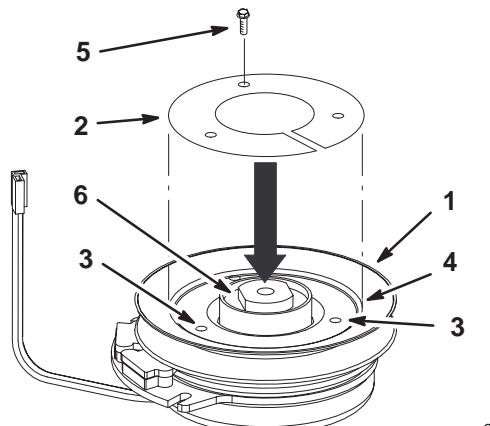

Figure 4
6. Placez le gabarit dans la poulie d'embrayage de manière que le diamètre extérieur soit de niveau avec l'intérieur du flasque de l'embrayage (Fig. 4).
7. A l'aide du gabarit, percer un avant-trou de 3 mm dans la poulie (Fig. 4).
8. Introduisez la vis (Nº 6 x 1/2") dans le trou de 3 mm (Fig. 4). Elle empêchera le gabarit de bouger pendant que vous percez les deux autres trous.
9. A l'aide du gabarit, percez les deux autres avant-trous de 3 mm dans la poulie (Fig. 4).
10. Retirez le gabarit et la vis (Nº 6 x 1/2") et mettez-les au rebut (Fig. 4).
11. Percez 3 trous de 9 mm de diamètre dans les avant-trous de 3 mm. (Fig. 4).